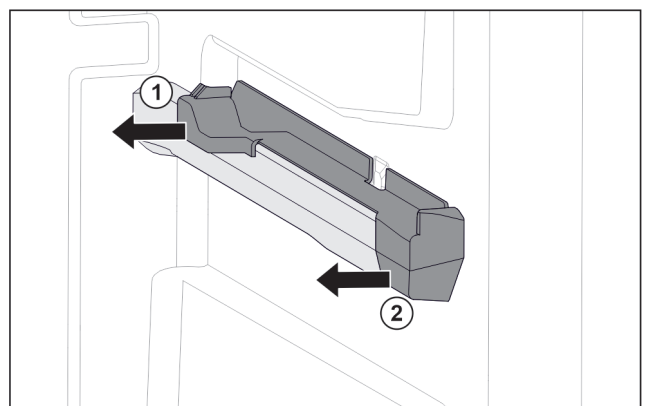

Fig. 71 Násuvný diel na pravom rebro nádoby
- ▶ Stiahnite násuvný diel vzadu do strany. Fig. 71 (1)
- ▶ Stiahnite násuvný diel vpredu do strany. Fig. 71 (2)